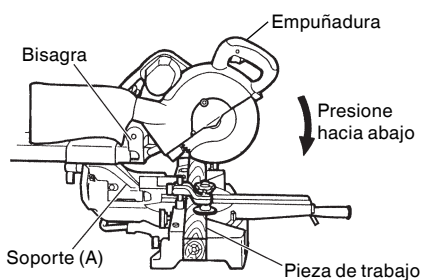

Fig. 26
Deslice la bisagra hacia abajo hasta el soporte (A), y después apriete la perilla de inmovilización de deslizamiento (véase la Fig. 2) como se indica en la Fig. 26.